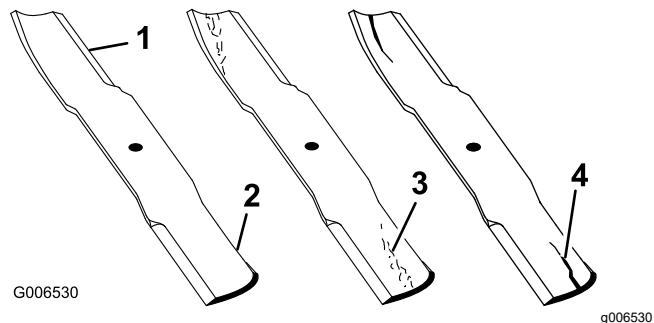

Рисунок 73
- Перевірте ріжучі кромки (Рисунок 73).
- Якщо у цій зоні було помічено тріщини, сліди зношування або утворення канавок, негайно встановіть новий ніж (Рисунок 73).